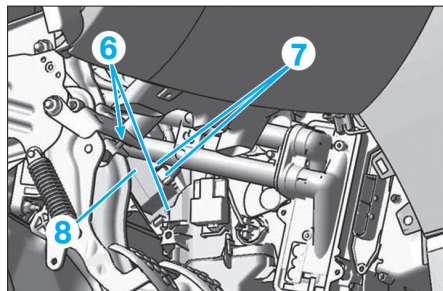

Fig. 17
- Débrancher les connecteurs (7) (Fig.17), puis déposer les vis (6).